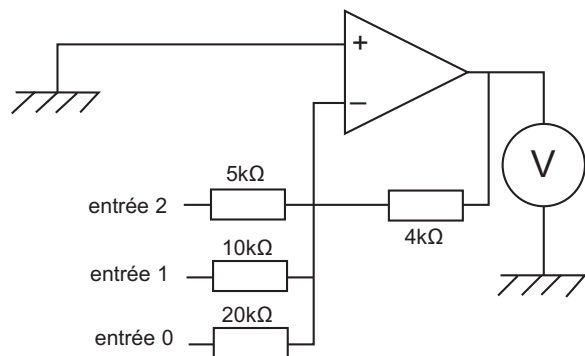

Fig.4
- 6** On réalise le montage représenté sur la figure 4, qui constitue un convertisseur numérique-analogique (à résistances pondérées). L'amplificateur opérationnel est polarisé par les tensions : $\pm 15V$.